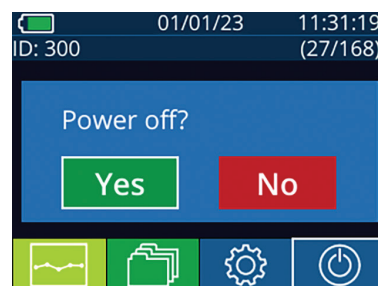

Fig. 44
- Vaya a la pantalla de inicio, seleccione el icono de **Alimentación**  para apagar el instrumento y presione **Yes** para confirmar la operación (Fig. 44).